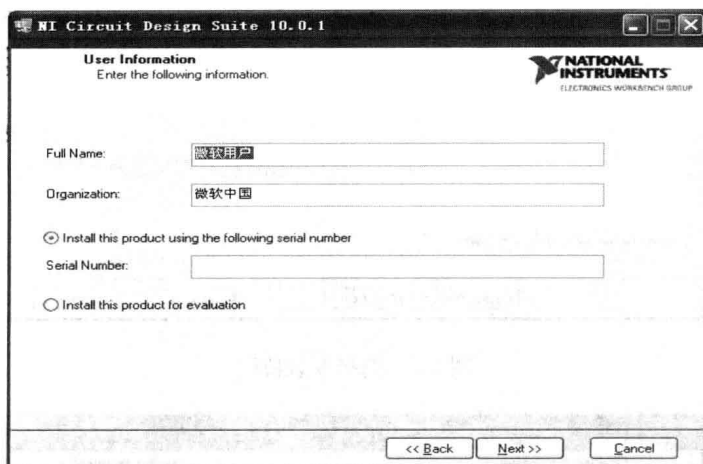

图 1-2 序列号输入界面
(2) 等待片刻，安装程序自动弹出下一步安装操作，如图 1-2 所示，提示用户输入 Multisim10 序列号，输入 NI 公司提供的产品序列号 (Serial Number)，然后单击 Next 按钮。